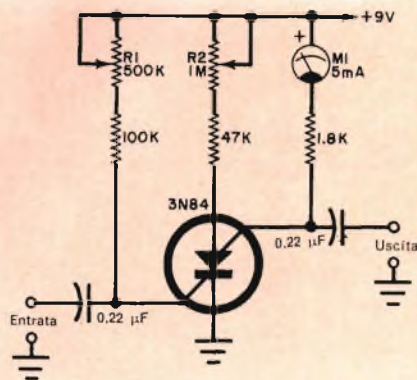

Fig. 4 - Regolando i potenziometri, è possibile fare in modo che lo SCS si comporti come un transistoro bipolare tipo n-p-n a beta variabile.
**Reazione controllata** - Grazie al collegamento di soglia anodica, è possibile controllare la reazione positiva nello SCS. Per studiare come ciò avviene, costruite il circuito della fig. 4, nel quale viene usata come amplificatore la parte n-p-n dello SCS, con la corrente d'emettitore controllata dal potenziometro R2. Questa resistenza introduce contoreazione, la quale compensa la reazione già descritta.